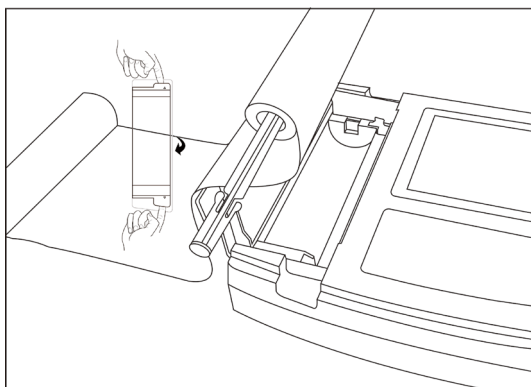

Figure 6-1 Installation du papier d'enregistrement
1.Comme illustré à la figure 6-1, utilisez vos deux mains pour soulever les deux côtés du couvercle du bac à papier en même temps afin de l'ouvrir. Sortez le rouleau, puis placez-le dans le rouleau de papier comme indiqué sur la figure. Le côté du papier avec les grilles doit être tourné vers le bas, puis installez-le dans la bonne position dans le bac à papier.